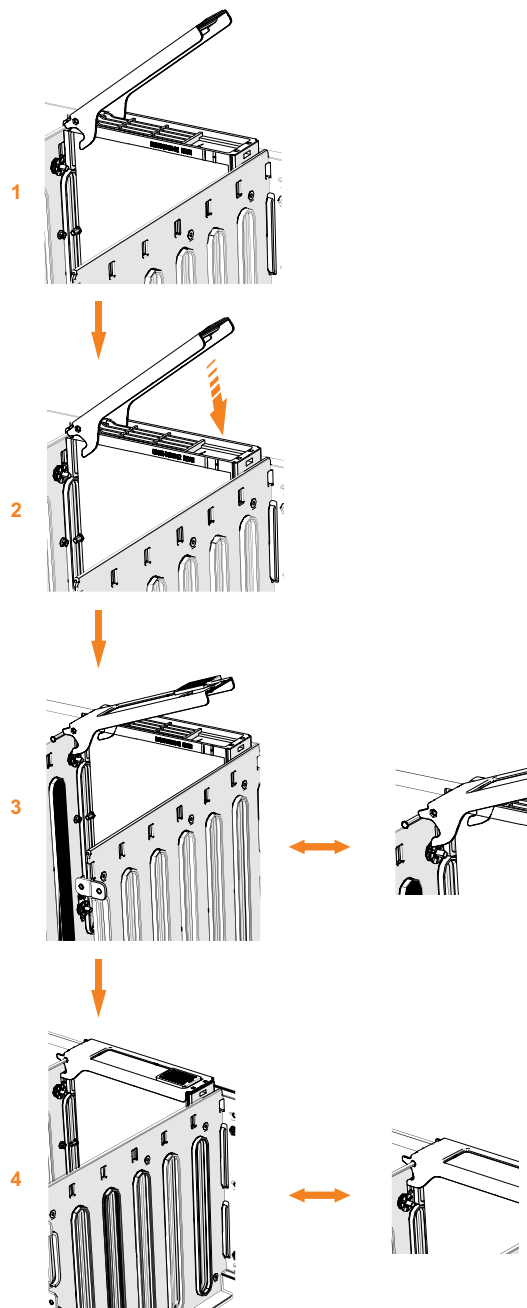

Рисунок 85. Замена накопителя
6. Убедитесь, что ручка накопителя (**1** на рис. 85 на стр. 84) находится в открытом положении.
8. Аккуратно вставьте накопитель вниз до упора, нижняя часть защелки совместится со стенкой. Убедитесь, что рычажок повернут не более чем на 45 градусов относительно контейнера накопителя. (**2** на рис. 85 на стр. 84).
9. Поверните ручку вниз, чтобы зафиксировать накопитель на шасси (**3** на рис. 85).
11. Верхняя кромка также должна быть полностью установлена (**4** на рис. 85 на стр. 84).